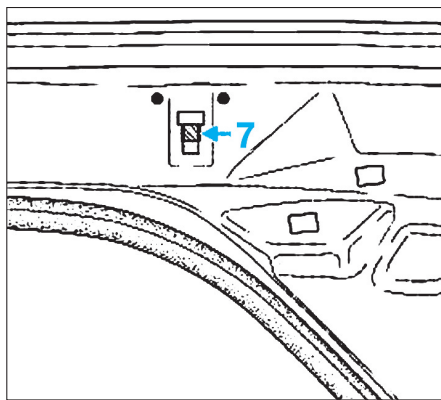

FIG. 14
- Découper la tôle en (7) détériorée par le déclenchement de l'airbag rideau (Fig.14).